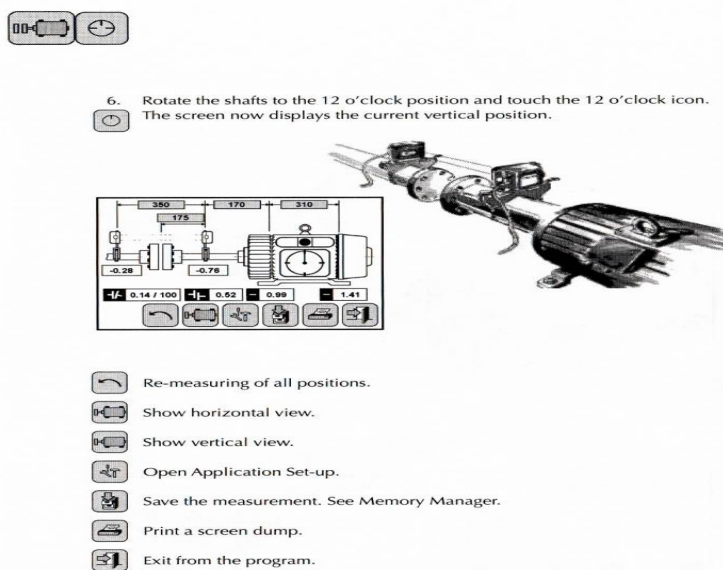

Figura 5 – Posição Vertical
5.7 Girar os eixos para a posição de 12 horas do relógio e pressionar o ícone de 12 horas. Os valores da posição vertical devem aparecer na tela (Figura 5).